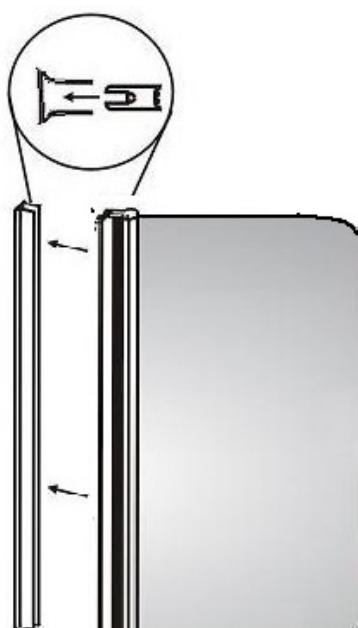

Рис.4
3. Вставьте петлю в установленный пристенный профиль (рис.4).